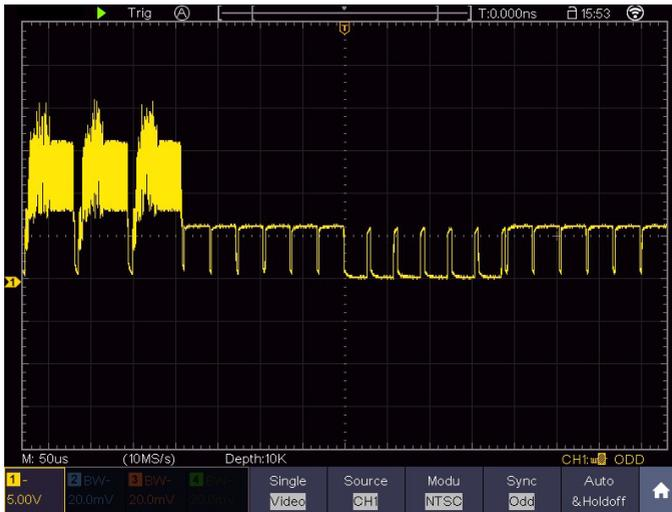

Рисунок 9-7 Осциллограмма, полученная с помощью триггера по видеополу
- Поверните ручки Вертикальная шкала, Вертикальное положение и Горизонтальная шкала, чтобы получить правильное отображение формы сигнала (см. рисунок 9-7).